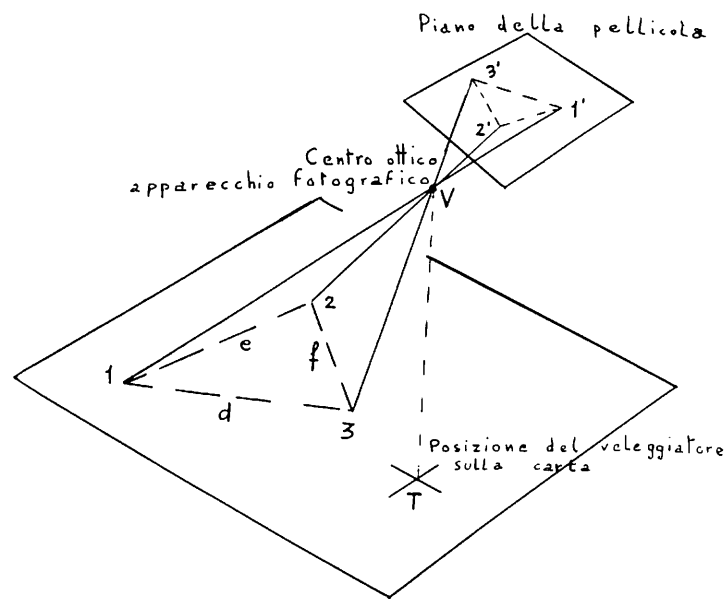

Fig. 1
Si osservi la fig. 1. 1, 2, 3 sono i punti caratteristici scelti sulla carta. 1', 2', 3' sono i punti corrispondenti sulla fotografia. V è il centro ottico della macchina fotografica. T è la corrispondente proiezione verticale, cioè la posizione dell'aliante sulla carta.
- 6 - Vedi fig. 1. Le distanze d e f siano misurate sulla carta.
Il primo (fig. 1) è situato sotto il Monte Musinè (lato Sud) all'imbocco della valle, in località Milanere e rappresenta con buona probabilità la futura sistemazione del volo a vela torinese; il campo è lunghissimo (quasi un chilometro) ed è tuttavia consigliabile scegliere o l'inizio o la fine del campo per non incappare in un fosso di irrigazione che è comunque identificabile dall'alto (ben visibile nella foto).